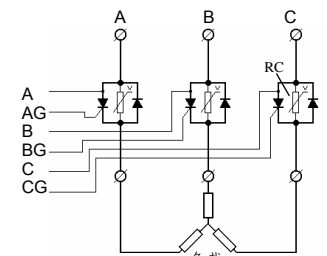

图 20 C3 型接线。△同样适用
- 0-5V 信号如果是电流反馈, 则对应主回路电流 0-1000A; 如果是电压反馈, 则对应 0-1000V。过载保护电流 (或电压) 值由 LtA 参数设定 (图 20)。单片机高速扫描三个反馈输入端口, 软启动过程中任一相电流 (或电压) 超过设定值都将紧急停止, 同时起点输出 LAL 关闭以切断负载。